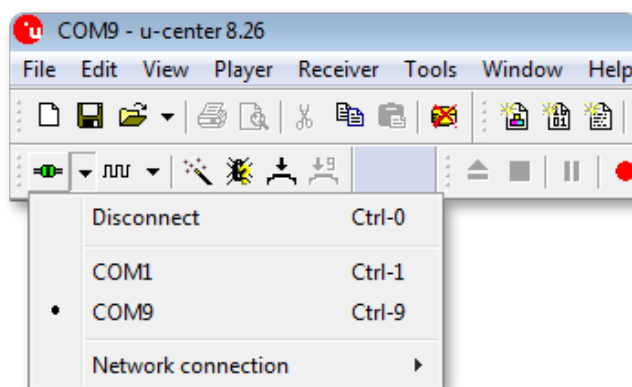

Рис. 20. u-center - меню выбора подключения
3. Выполните конфигурацию соединения программы с модулем. Для этого выберите COM-порт (рис. 20) к которому подключено устройство.